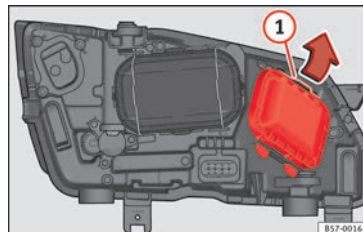

Abb. 106 Im Motorraum: Abdeckung entfernen.
2. Verschieben Sie die Strebe » **Abb. 106** ① in Pfeilrichtung und nehmen Sie die Abdeckung ab.